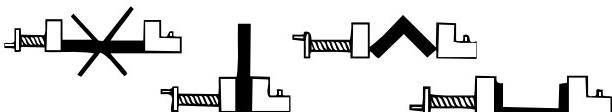

Figura 6 – Cómo se sujetla la pieza de trabajo correctamente
- Sujete el material correctamente y asegure que está centrado en relación con la hoja de corte (*Figura 6*).